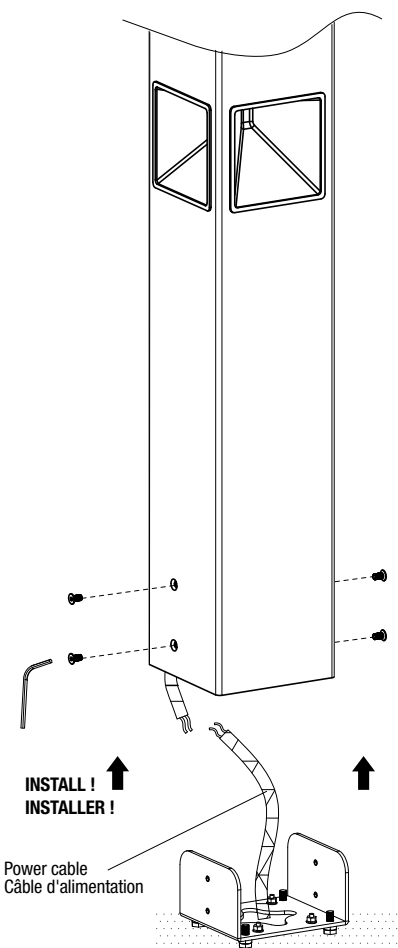

Fig. 4
7. Install the luminaire on the mounting bracket (four screws) by using an appropriate Allen key (Fig 4).
7. Installer le luminaire sur le support de montage (quatre vis) en utilisant une clé Allen appropriée (Fig. 4).